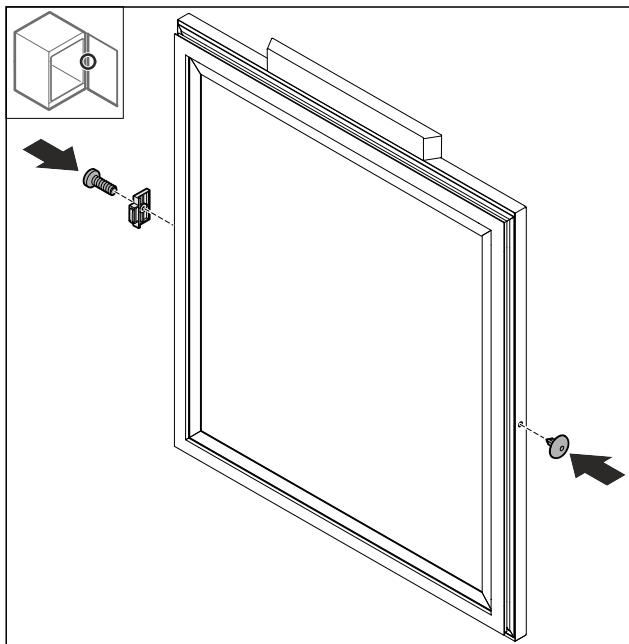

Fig. 49
- Dveřní zarážka otočená Fig. 49 (1) 180° namontujte na protilehlé straně.
- Nasaďte kryt Fig. 49 (2) na protilehlé straně.